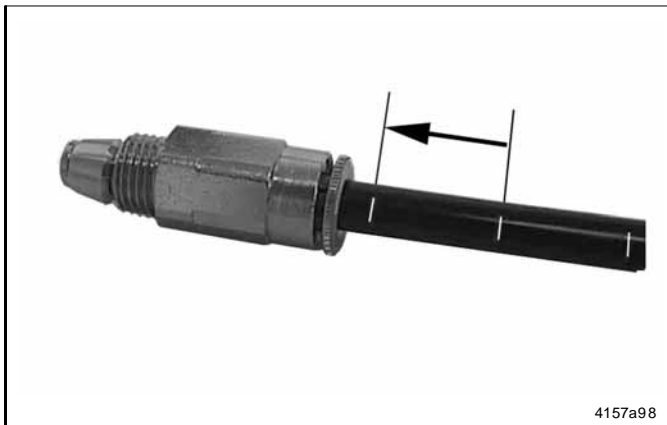

Fig. 5 Valvola di non ritorno con pinza zigrinata e tubo in plastica
- I tubi per linea di lubrificazione sono contrassegnati con tacche bianche (fig. 5) per facilitarne il montaggio.